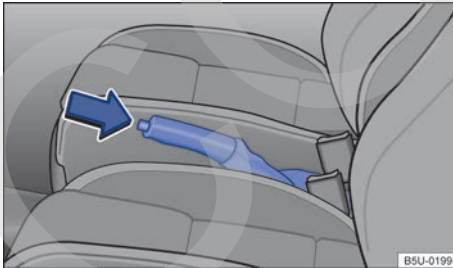

Fig. 108 Entre los asientos delanteros: palanca del freno de estacionamiento.
- Tire de la palanca del freno de estacionamiento hacia arriba con el botón de bloqueo pulsado ⇒ fig. 108 (flecha).
- Tire ligeramente de la palanca del freno de estacionamiento hacia arriba y presione el botón de bloqueo ⇒ fig. 108 (flecha).